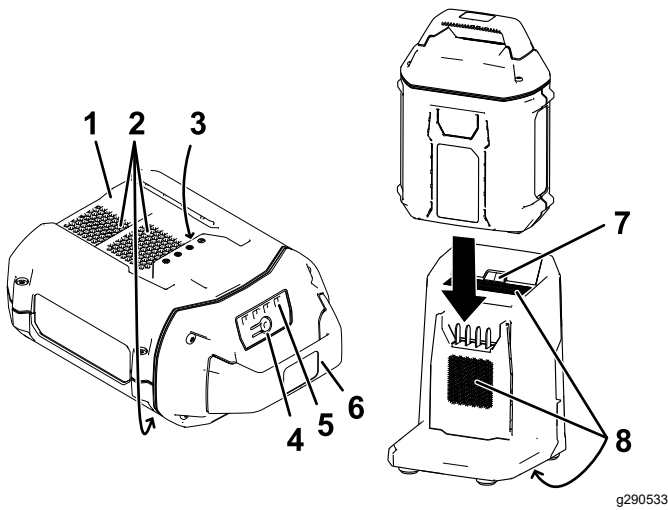

Figura 16
2. Aliniați canalul acumulatorului (Figura 16) cu limba încărcătorului.
3. Glisați acumulatorul în încărcător până când este fixat corespunzător (Figura 16).